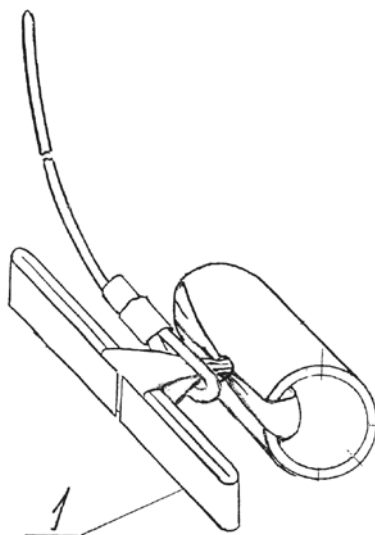

Рис. 9. Звено раскрытия (основной релиз):
2.5.11. Звено раскрытия (основной релиз), предназначенное для раскрытия КЗУ СП и отсоединения стабилизирующего парашюта, состоит из пластиковой втулки с фиксатором для крепления к ранцу и троса в пластиковой оплетке (рис. 9). Длина троса – 810мм.